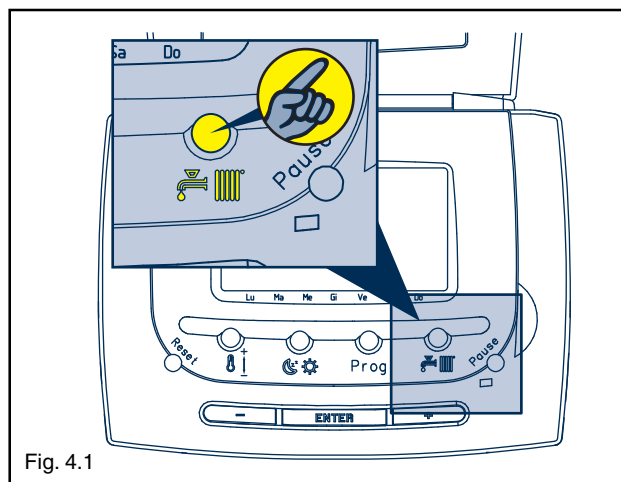

Fig. 4.1
- premere il tasto estate-inverno  sul pannello comandi a distanza (fig. 4.1).
Premendo una seconda volta il tasto  si passa alla funzione inverno (fig. 4.1).